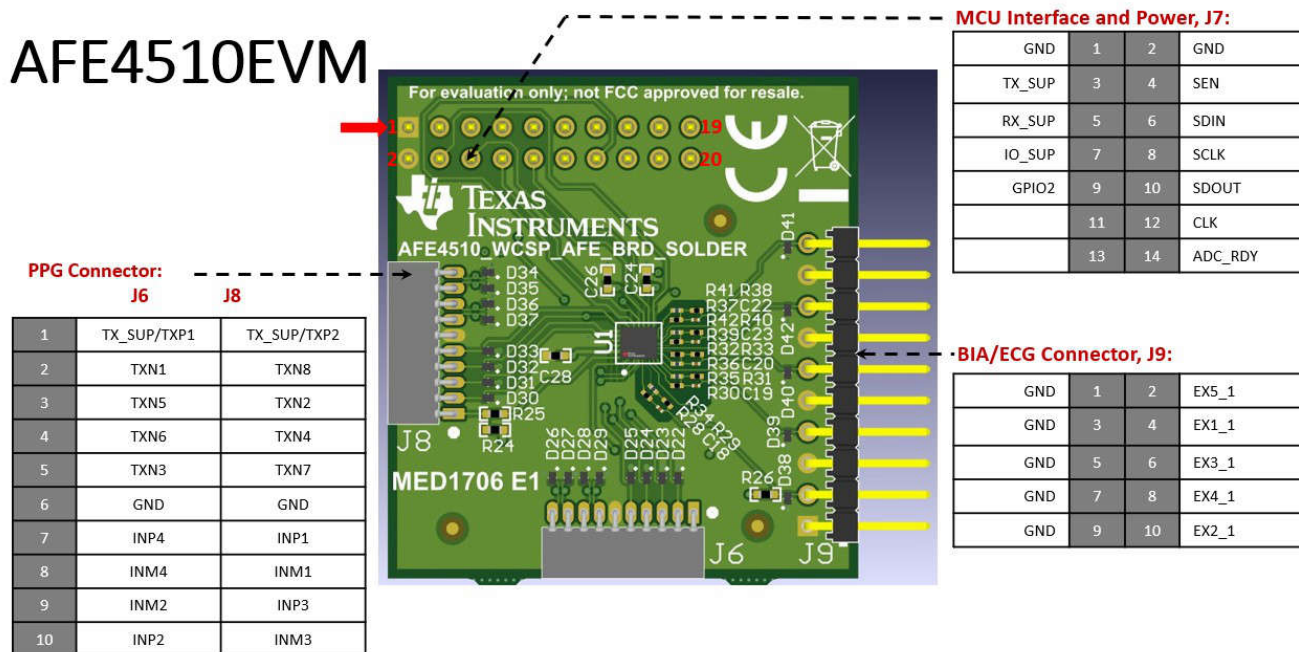

图 2-8. MCU 接口板与 AFE4510EVM 之间的连接
1. 按照图 2-8 中提供的信号对应关系连接电源和数字线路。